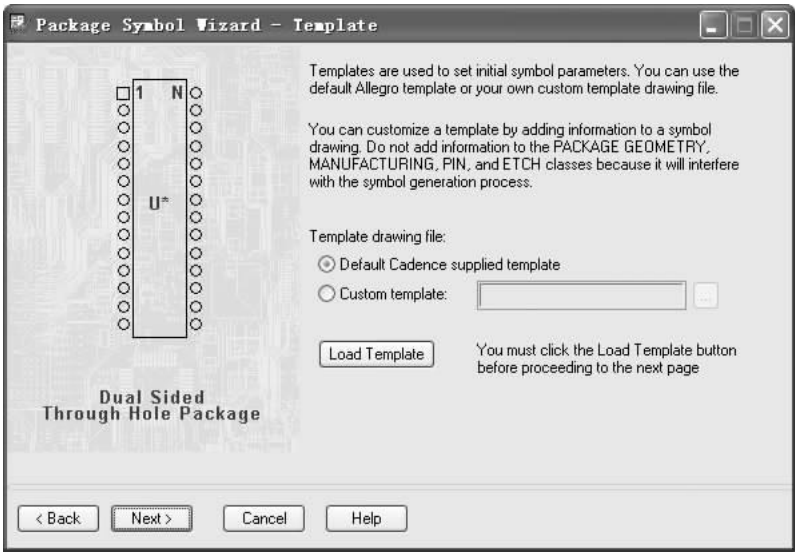

图 9-11 “Package Symbol Wizard – Template” 对话框
3. 选择 ZIP 选项，然后单击 **Next >** 按钮，将弹出 “Package Symbol Wizard – Template” 对话框，如图 9-11 所示，选择使用默认模板或加载自定义模板。